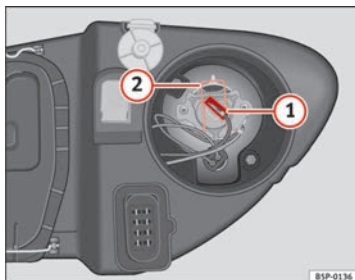

Fig. 193 Feux de route
- Appuyez sur le ressort ⇒ fig. 193 ② vers l'intérieur et vers la droite.
- Retirez le connecteur ⇒ fig. 193 ① de l'ampoule.